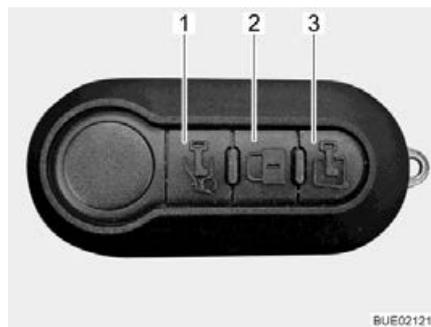

Bild 68 Multifunktionale Fernbedienung (3 Tasten)
- Fahrtür entriegeln: ■ Taste  (Bild 68,1) einmal kurz drücken. Die Fahrtür ist entriegelt.
- Eingangstür entriegeln: ■ Taste  (Bild 68,3) einmal kurz drücken. Die Eingangstür ist entriegelt.
- Alle Türen verriegeln: ■ Taste  (Bild 68,2) einmal kurz drücken. Alle Türen sind verriegelt.